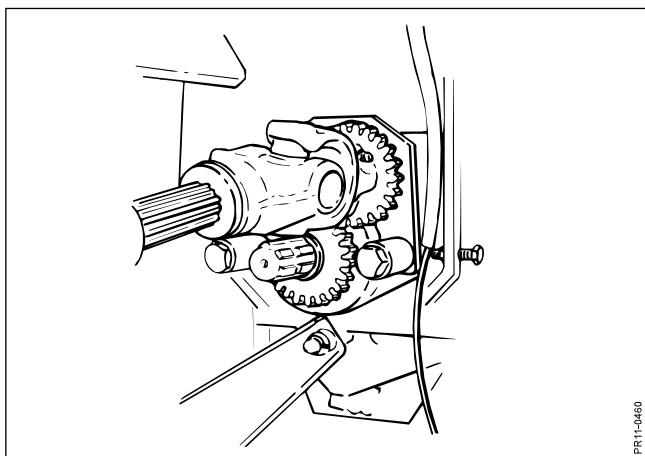

Fig. 4-30
- Fig. 4-30** 4. KO-akslen for rotoren monteres på den frie tap på rotorhuset. KO-akslen skal fastlåses på pos. 2, hvorved tandhjulene kommer i indgreb og rotoren vil køre med modsat omdrejningsretning.